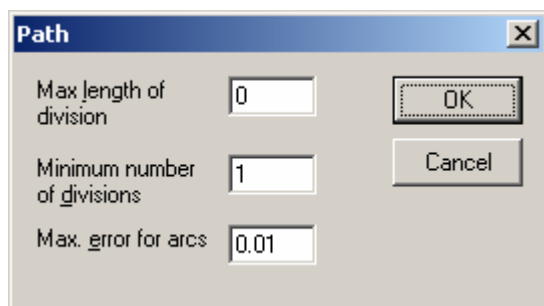

Abbildung.7
2. 3D > Definiere Pfad. Geben Sie die Werte wie in der Abbildung.7 ein